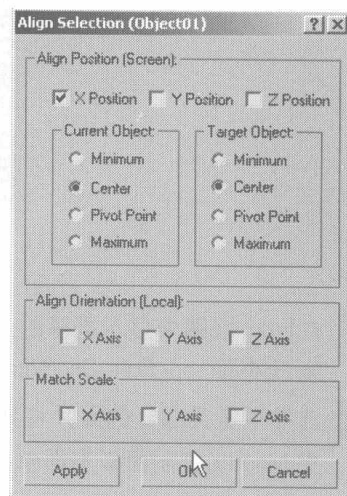

图 4.58
- 15 在 Front 视图中选择圆柱物体，在工具栏中单击  按钮，再在视图中选择手机的正面外壳面，在弹出的对话框中设置对齐参数，如图 4.58 所示，将圆柱体与手机上的孔对齐。